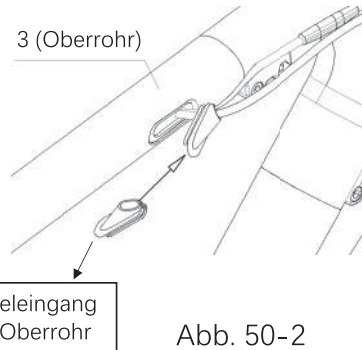

Abb. 50-2
c. Nehmen Sie den Kabeleingang des Oberrohrs aus der Zubehör-Box. Nach dem Öffnen wickeln Sie es um die hintere Bremsleitung und die Instrumentenleitung und klemmen es in das Loch von Teil 3 mit der Öffnung in Richtung Vorderrad, wie in Abb. 50-2 gezeigt.